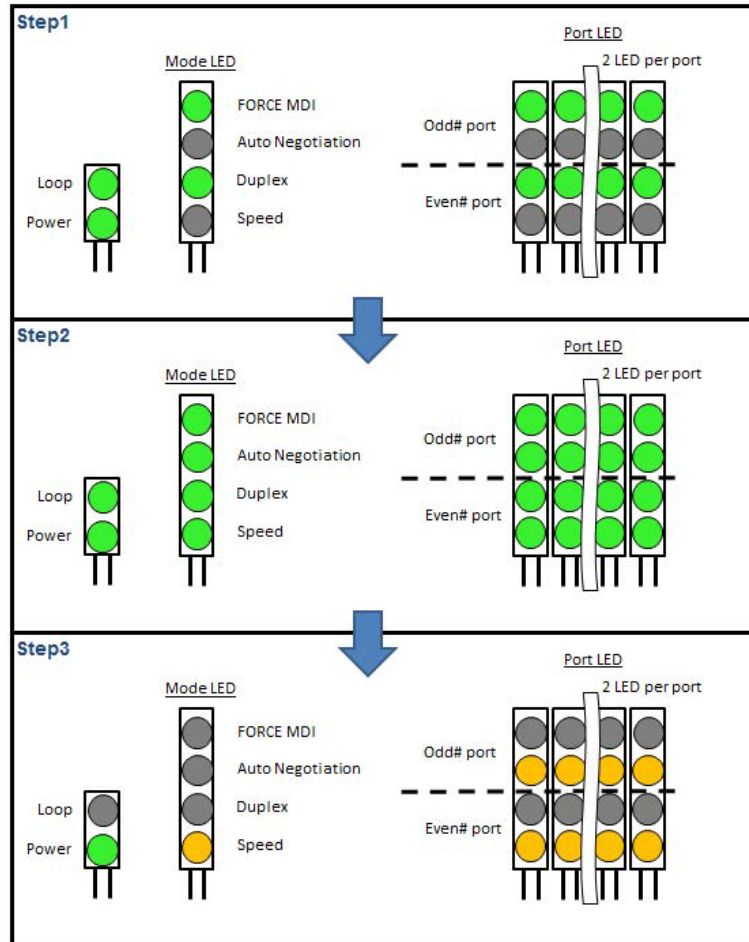

Рисунок 26. Индикация процедуры загрузки при включении питания
3. Индикаторы коммутатора загорятся в соответствии с индикацией процедуры загрузки при включении питания. См. рис. 26.